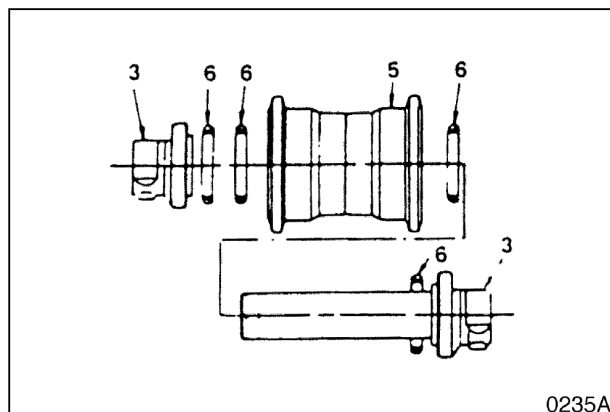

Рис. 32
4. Отделите уплотнительные кольца (2, рис. 32) от оси.
5. Отделите групповые уплотнения (6, рис. 32) от фланца и катка (5).
6. Отделите фланец (3, рис. 32) и уплотнительные кольца (2) от оси, с помощью прессы.